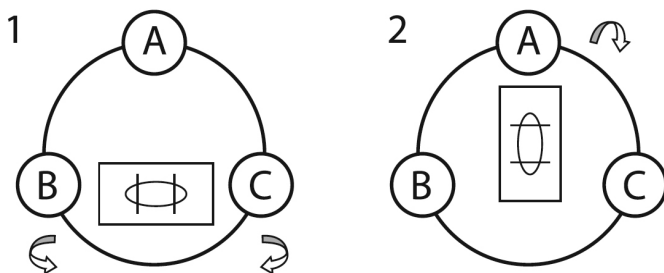

Рис. 5-3
- 2) Поверните алидаду таким образом, чтобы ось цилиндрического уровня стала параллельна линии, соединяющей В and С. Настройте подъёмные винты В и С таким образом, чтобы цилиндрический уровень оказался отцентрован (как показано в части 1. Рис. 5-3).